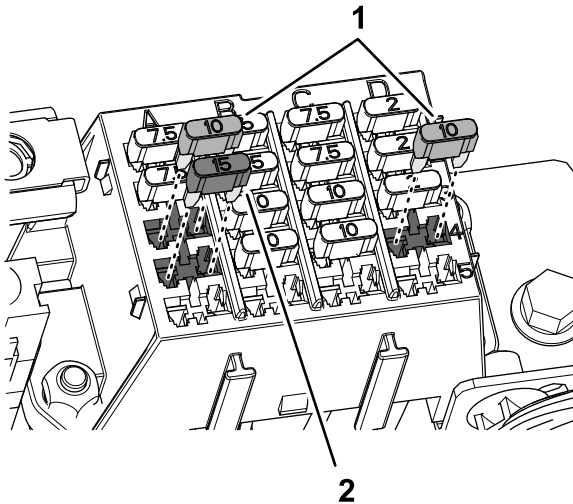
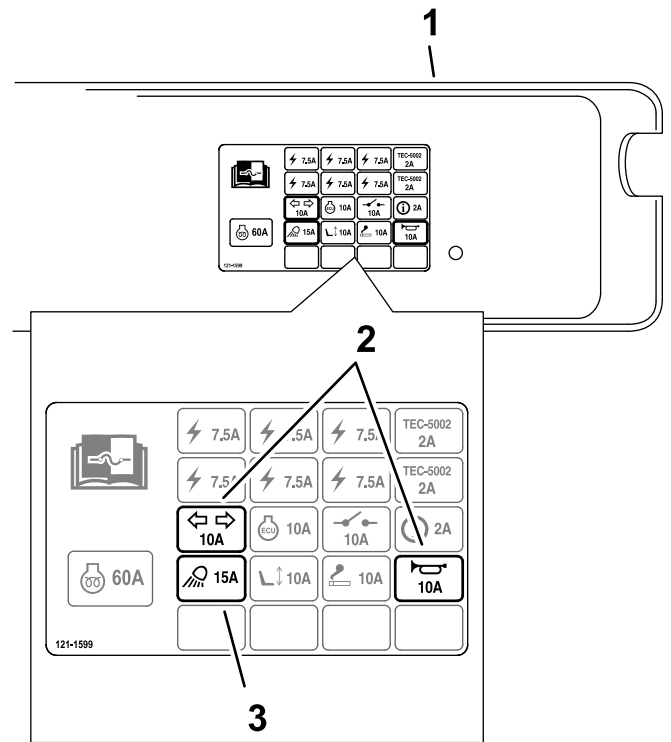

Figura 16
Figura 17
1. Inserite un fusibile (10 A) nello slot fila 3 colonna A del portafusibili (Figura 16 e Figura 17).
2. Inserite un fusibile (15 A) nello slot fila 4 colonna A del portafusibili (Figura 16 e Figura 17).
3. Inserite l'altro fusibile (10 A) nello slot fila 4 colonna D del portafusibili (Figura 16 e Figura 17).